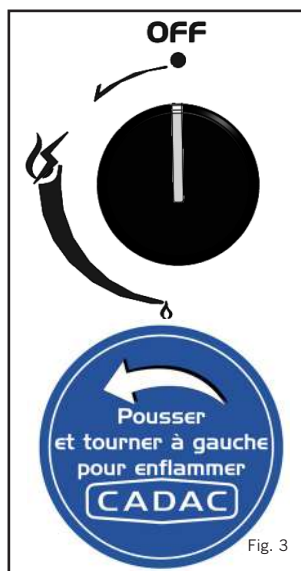

Fig. 3
- Utiliser les boutons de réglage pour régler l'intensité de la flamme de chaque brûleur au niveau souhaité en tournant le bouton dans le sens antihoraire pour diminuer la flamme, et dans l'autre sens pour l'augmenter (voir Fig. 3).